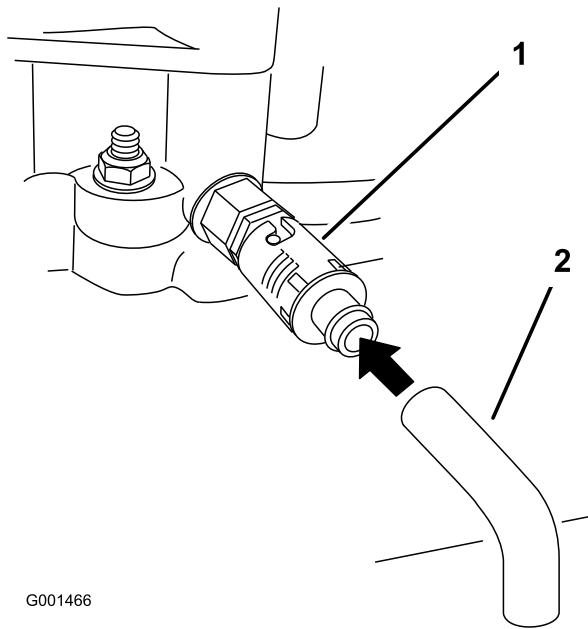

Figure 27
6. Placez un bac sous le flexible de vidange. Tournez le robinet de vidange d'huile pour permettre à l'huile de s'écouler (Figure 27).
8. Enlevez le flexible de vidange (Figure 27).